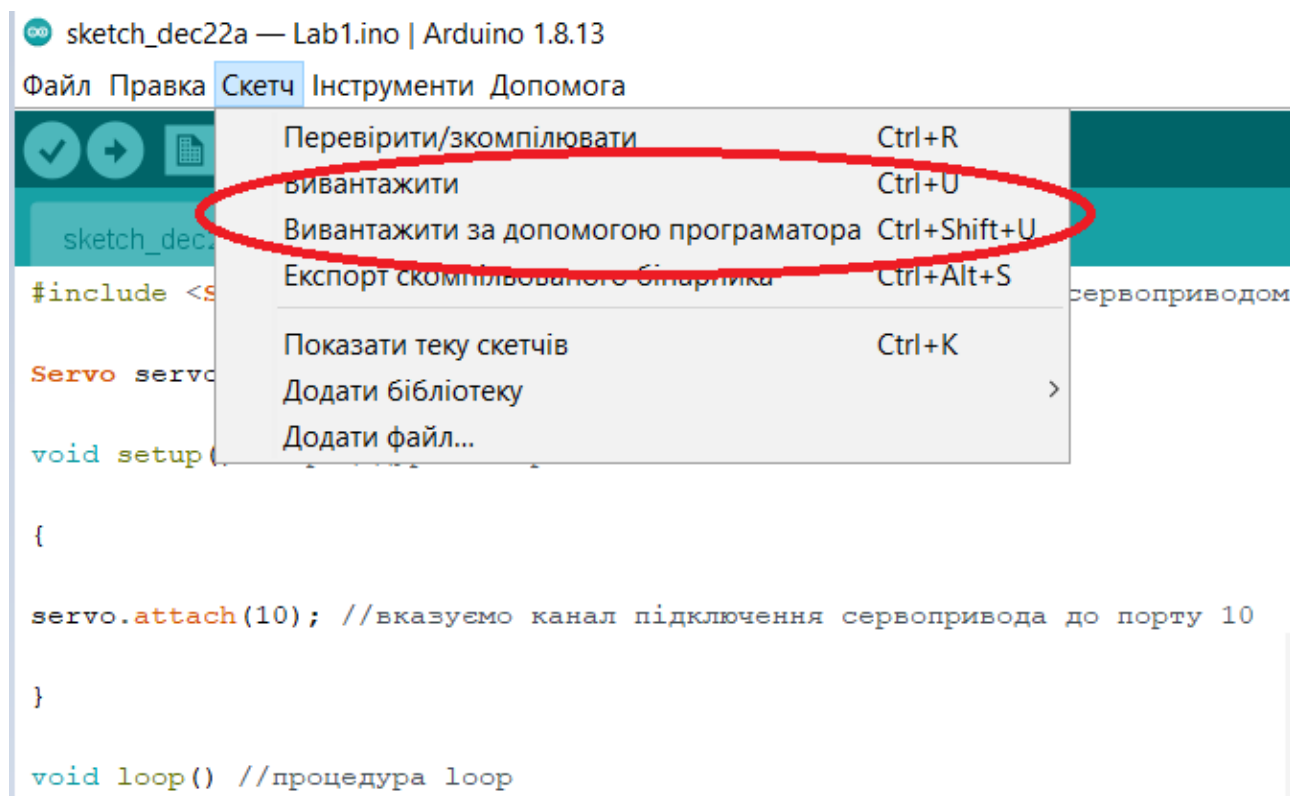

Рис.3.12 – Завантаження програмного коду з Arduino IDE до плати керування.
5. Завантажити розроблений програмний код до плати керування з середовища Arduino IDE (рис.3.12)